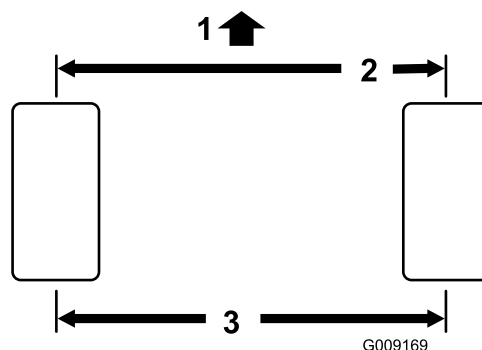

図 55
2. 後輪の前と後ろで、左右のタイヤの中央線間距離を測るアックスルの高さ位置で計測 図 55。